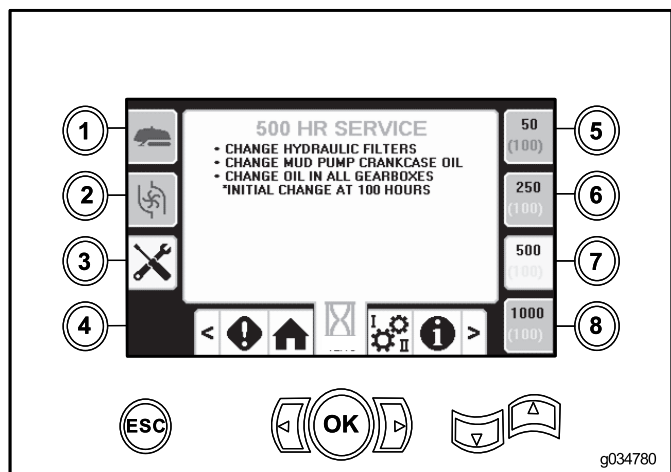

Рисунок 45
- Кнопка 7 — регламент технического обслуживания после наработки 500 часов (Рисунок 45)